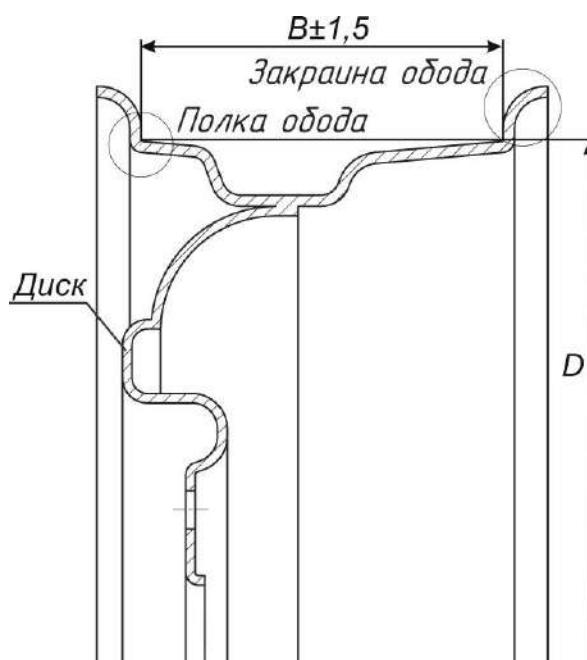

Рисунок 1. Поверхности обода, подлежащие реставрации
Стенд для правки автомобильных дисков, модель “Титан ST/17”, далее по тексту «стенд», предназначен для реставрации деформированных закраин и полок ободьев колес легковых автомобилей шириной 4,5...7 дюймов и диаметром 13...17 дюймов (см. рисунок 1). Закраины и полки обода реставрируются с помощью дископравного устройства, описанного в разделе 4 настоящего руководства по эксплуатации.
**ВНИМАНИЕ!** Диск колеса см. рис.1 реставрации не подлежит.